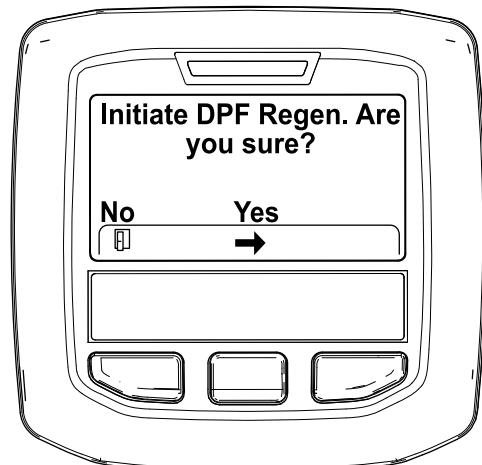

Figura 47
- Quando surge a mensagem "Initiate DPF Regen. Are you sure?" (Iniciar Regen. DFP. Tem a certeza?), prima o botão central (Figura 47).